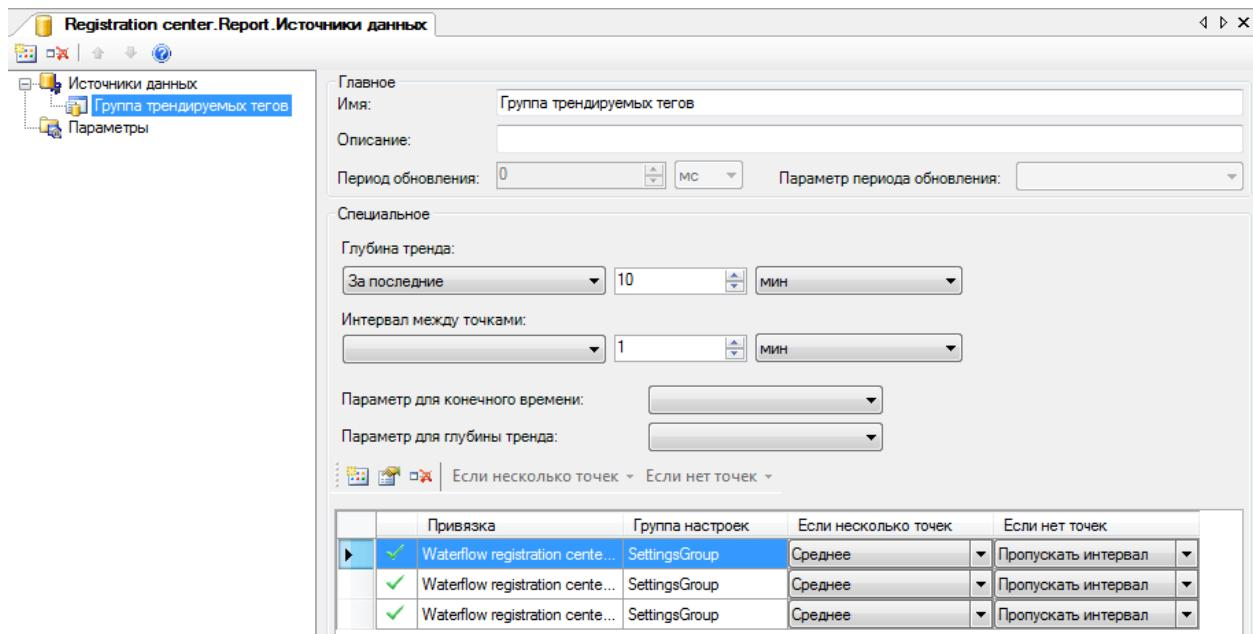

Рисунок 2.44 – Настройка источника данных и параметров формирования отчета **Report**
- 2 Настроить источник данных (рисунок 2.44) шаблона отчета. Источником данных являются перья (значения тегов **Param** объектов **Temperature**, **Pressure**, **Level**) группы **SettingsGroup** Менеджера трендов